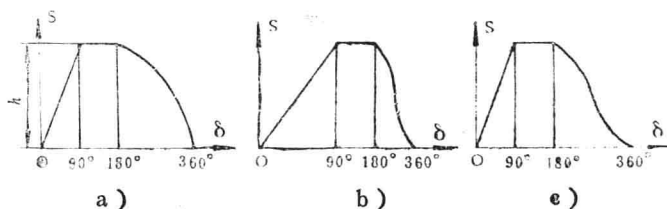

图2.3
(1) 正确的位移曲线为图2.3中的_____。(2) 该机构在_____处易产生刚性冲击。(3) 若不改变运动规律而要减小冲击, 解决的办法是: _____。